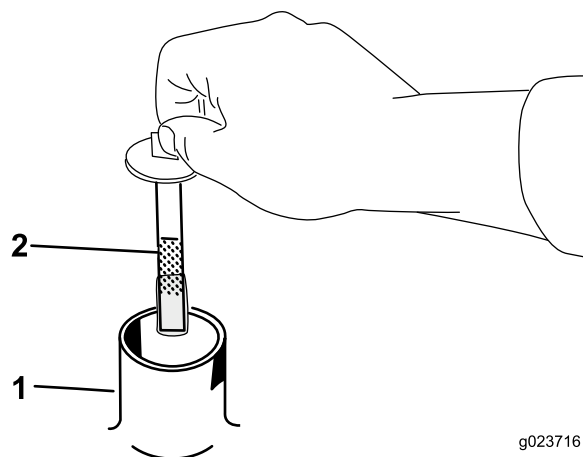

Figure 42
5. Enlevez le bouchon du goulot de remplissage et vérifiez le niveau de liquide sur la jauge (Figure 42). Il doit se situer entre les repères de la jauge.